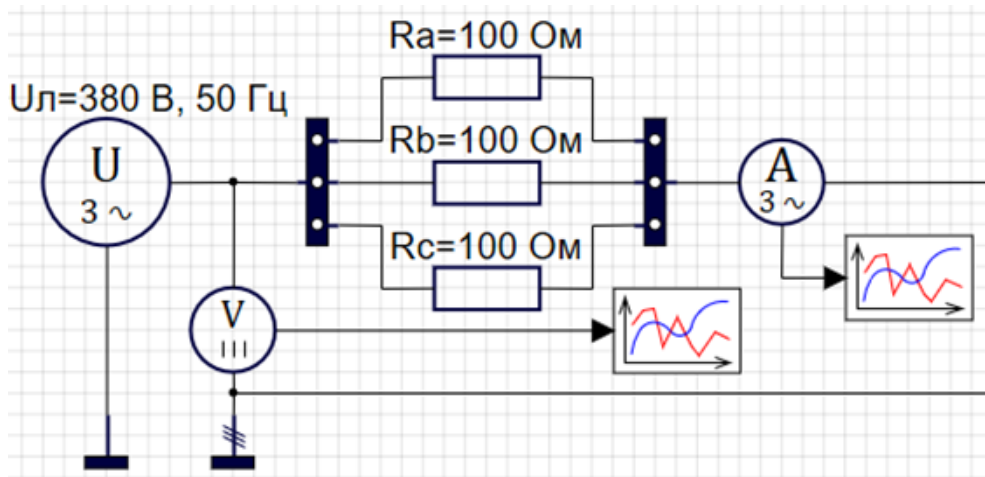

Рис. 4.4
- дополнительный параметр **Имя на схеме** в соответствии с рис. 4.4.
Соединить блоки между собой как показано на рис. 4.4.